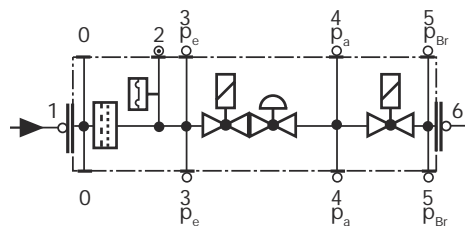

Рис. 60
- Менять фильтр, если разница давления между точками 1 и 3 (Рис. 60)  $\Delta p > 10$  мбар.